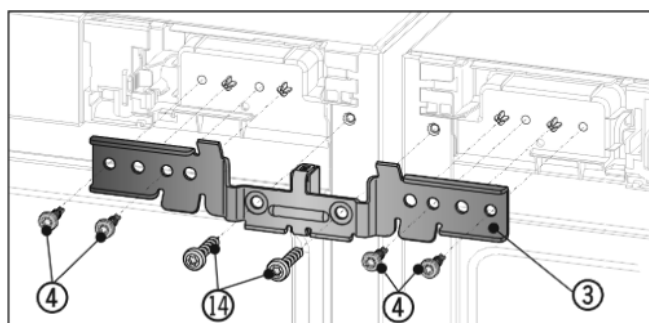

Fig. 7
- Tryck in vinkeln Fig. 7 (3) och distansstycke mellan apparaterna och mot stiften. Skruva fast vinkeln med de fyra skruvarna Fig. 7 (4) och de förut losskruvade jordskruvarna Fig. 7 (14) växelvis och lite löst.